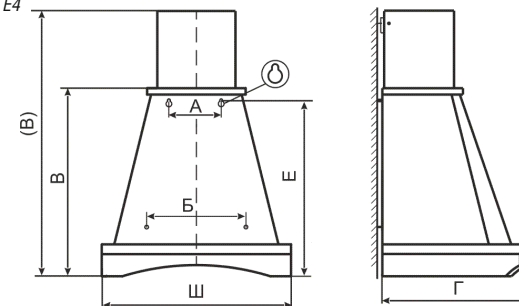

рис. 2
- 6.1 Установка кухонной вытяжки (рис.2).
- вверните два самонарезающих винта 4,2x41 мм (рис. 2, размер A мм);